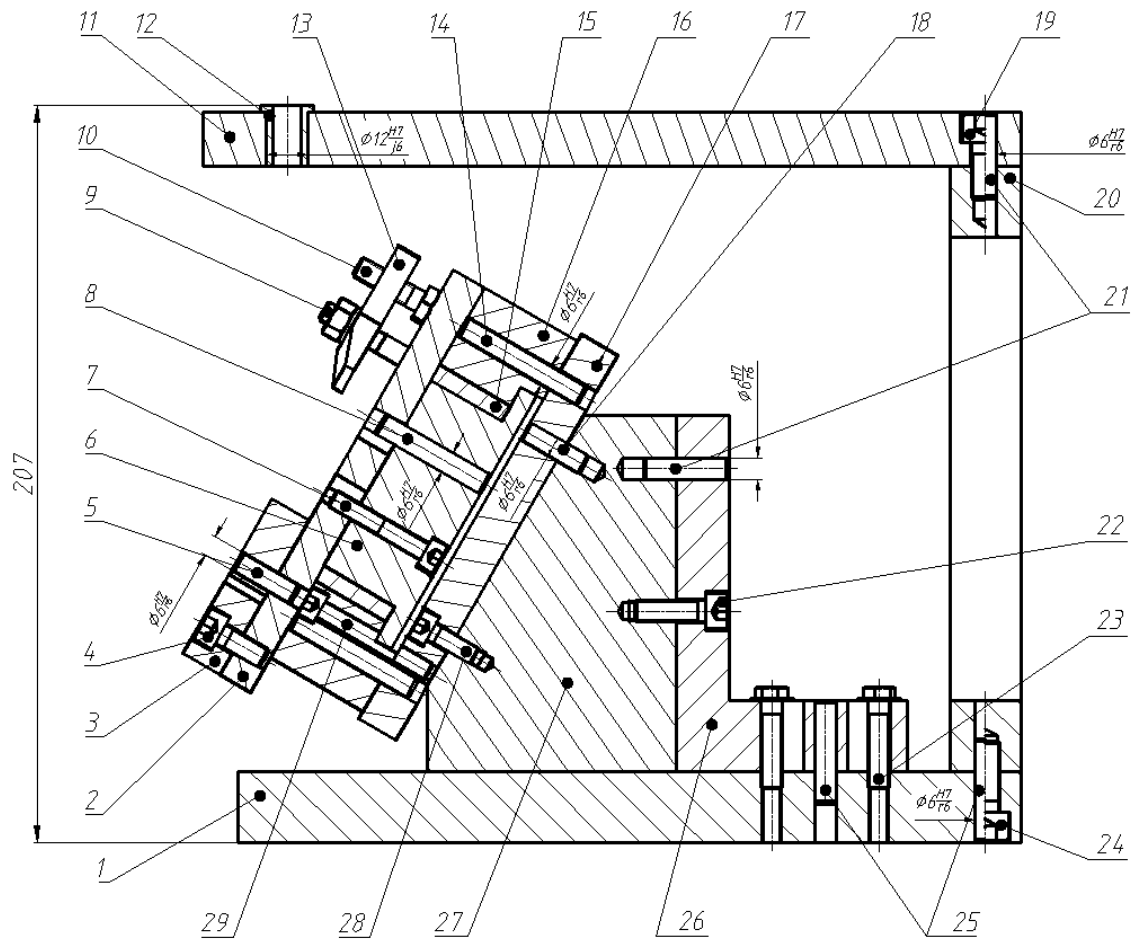

图 1. 夹具装配示意图
1) 按图纸要求完成零件（V 形铁 3、斜支撑块 27）的钳加工并组装调试夹具；在组装调试后的夹具上完成制件斜面上  $3 \times \Phi 6$  的钻孔加工。赛后选手需提交整套夹具及加工后的制件。夹具装配示意图如图 1、2、3 及表 1 所示，制件及制件